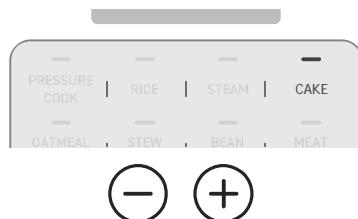

Figure 9.5
5. Sélectionnez **GÂTEAU** et appuyez sur les boutons – ou + pour régler la durée du temps de cuisson nécessaire à votre recette. [Figure 9.5]